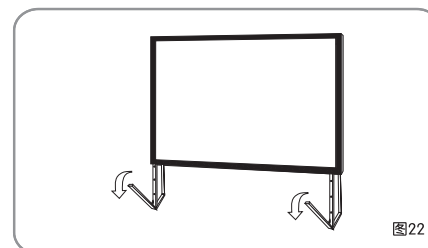
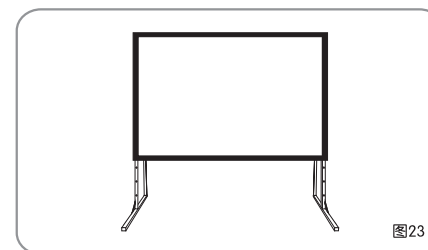

图22
图23
9. 然后把外部的角位打下，使整支屏幕安全稳固的站立在平地上，幕布安装完成。(见图22-图23)